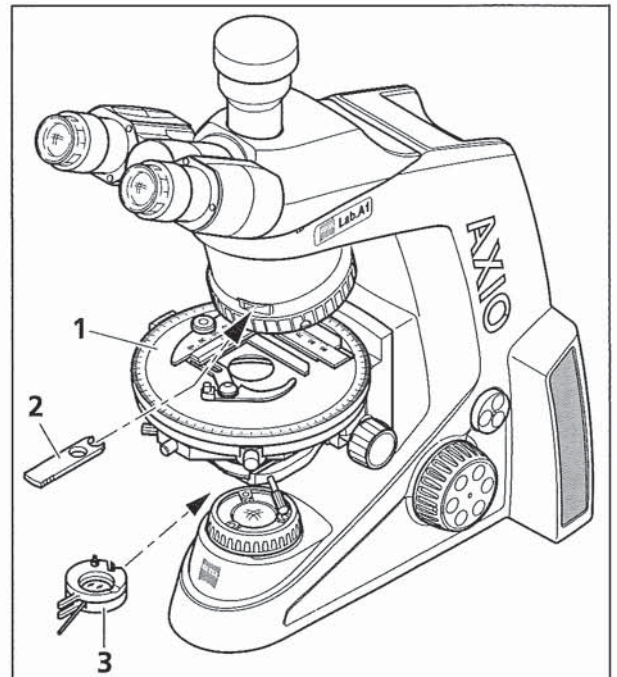

Bild 4-5 Komponenten zur Durchlicht-Polarisation
(3) Mikroskop einstellen
- Einstellen des Mikroskops wie im Durchlicht-Hellfeld nach KÖHLER (s. a. Abschnitt 4.1.1 (3)).
- Drehtisch Pol (Bild 4-5/1) (siehe Abschnitt 3.1.8.5) und Objektive (siehe Abschnitt 3.1.8.6) zentrieren.
- Polarisator (Bild 4-5/3) in Strahlengang einschwenken und auf 0° positionieren, sofern ein drehbarer Polarisator verwendet wird.
- Analysatorschieber (Bild 4-5/2) in Aufnahme-schlitz für Kompensatoren einstecken (falls der Tubus nicht mit einem Analysator versehen ist). Aufgrund der gekreuzten Polarisatoren erscheint nun das Sehfeld dunkel. Bei einschraubbaren Analysatoren ist darauf zu achten, dass diese zum Polarisator D ausgerichtet (d. h. gekreuzte Stellung) sind.
- Einstellen des Mikroskops wie im Durchlicht-Hellfeld nach KÖHLER (siehe Abschnitt 4.1.1 (3)).
- Polarisator, fest mit Lambdaplatte (445226-0000-000) (Bild 4-5/3) in den Strahlengang einschwenken.
- Analysatorschieber (Bild 4-5/2) in Aufnahmeschlitz für Kompensatoren einstecken.
(2) Geräteausrüstung
- Drehtisch Pol (Bild 4-5/1)
- Einstellen des Mikroskops wie im Durchlicht-Hellfeld (s. a. Abschnitt 4.1.1 (3)), dabei besonders auf den richtig eingestellten Augenabstand am binokularen Tubus achten (s. a. Abschnitt 3.5.5).
- Drehtisch Pol (Bild 4-5/1) bzw. Objektiv zentrieren (siehe Abschnitte 3.1.8.5 und 3.1.8.6).
- Analysatorschieber (Bild 4-5/2) in Aufnahmeschlitz für Kompensatoren einstecken (falls der Tubus nicht mit einem Analysator versehen ist). Aufgrund der gekreuzten Polarisatoren erscheint nun das Sehfeld dunkel. Falls nicht, den Analysator im Tubus oder die Zwischenplatte ausrichten.